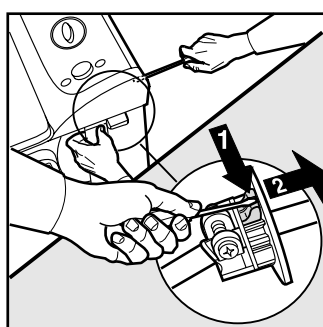

Рис. 3
3. Плоским концом отвертки отогните на себя запор клеммника, одновременно вытягивая кабель так, чтобы контактная панель вышла из гнезда (рис. 3).